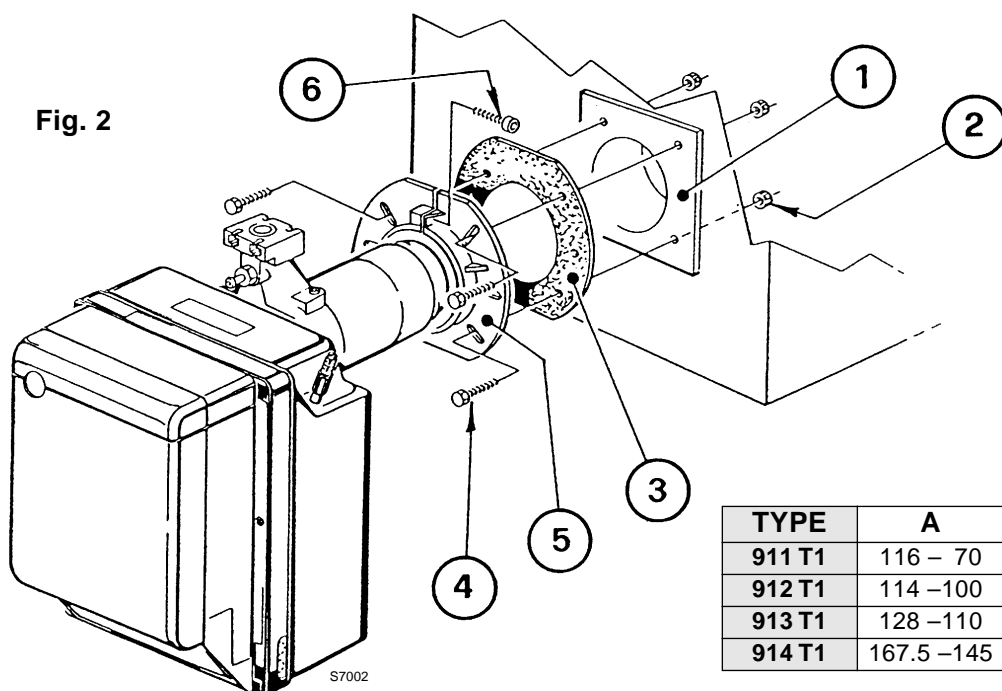

Fig. 2
- 用螺钉（4）和螺母 2）将法兰（5）安装到炉门（1）上，必须将石棉垫（3）放在中间。注意保持上部两颗螺钉中的一颗松动。（见图 2）